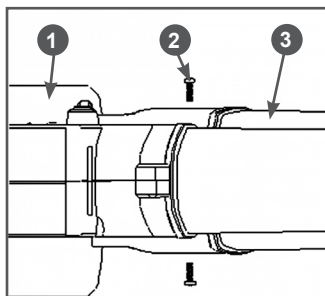

Рис. 3 Установка верхней трубы
3. Вставьте верхнюю трубу 3 в корпус вентилятора 1 и закрепите ее с помощью двух винтов 2 (Рис. 3).